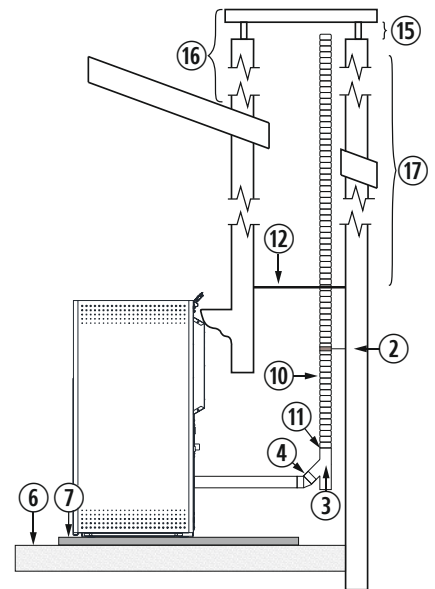

Figura 9
4.28. L'installazione di una stufa ad incasso in un caminetto può essere realizzata in completa totalità in un tubo flessibile, così come è indicato nella figura 9. Dobbiamo prestare speciale attenzione al momento di realizzare l'isolamento tra il caminetto e il tubo di fuoriuscita di gas per evitare possibili arretramenti di gas in caso di tormenta.
②	Collare di fissaggio in acciaio inox.
③	Giunto a "T" a 135° con filtro.
⑥	Pavimento in legno.
⑦	Protezione non infiammabile.
⑩	Tubo in acciaio inossidabile flessibile.
⑪	Manicotto d'unione tra flessibile e rigido.
⑫	Isolante anti -arretramento.
⑮	Minimo 200mm.
⑯	Deve superare di 1 metro il tetto.
⑰	Se superiore a 8m aumentare le dimensioni.